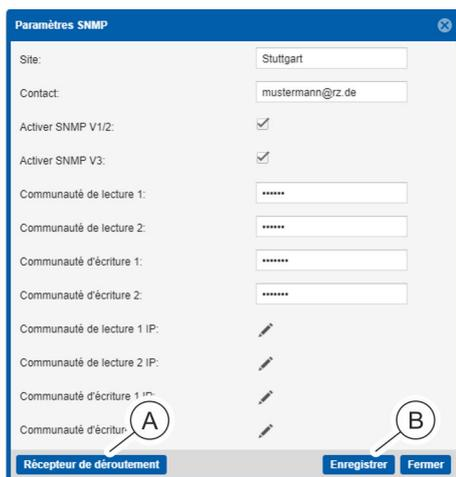

Fig. 141 : Fenêtre « Paramètres SNMP »
2. ➤ Appuyer sur le bouton « Récepteur de déROUTement » (Fig. 141 /Ⓐ) dans la fenêtre « Paramètres SNMP ».